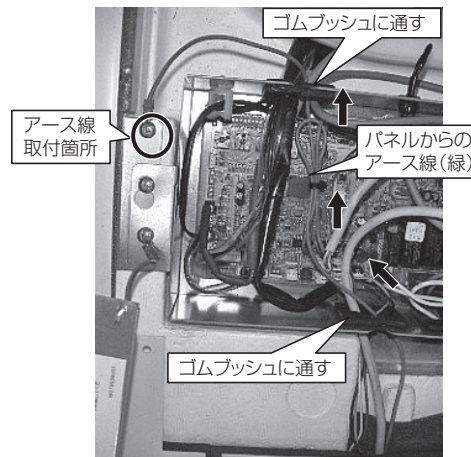
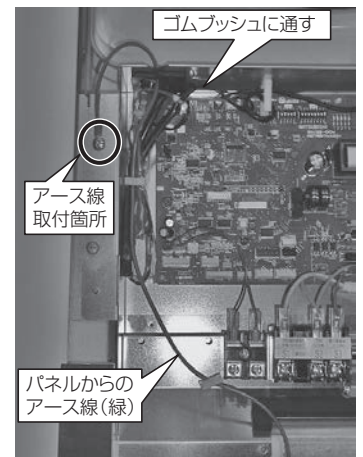

図9-3
図9-4
- 2) (図9-3、図9-4) のように本体制御箱内を通し、アース線取付箇所に付属の PTT ネジ 4 × 8 を使用して、アース線を取付けてください。